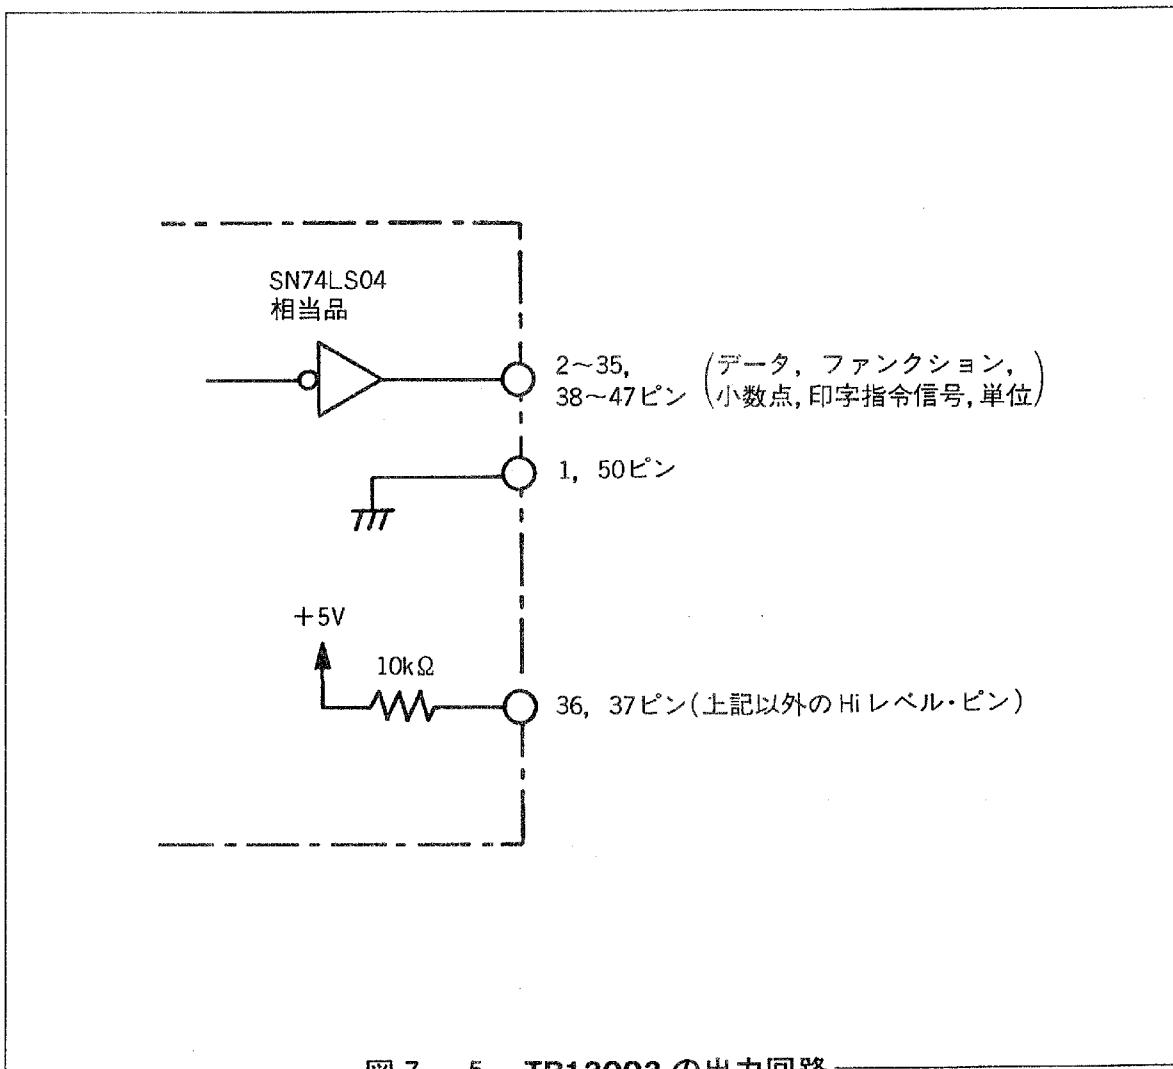

図 7-5 TR13003 の出力回路
- (1) 接続する機器の入力レベルを確認して下さい。TR13003 の出力回路は、[図 7-5]に示すようになっています。
- (2) 出力データは印字指令信号が出力されるタイミングで確立されますので、外部機器へのデータ取込みは印字指令信号をストローブ信号として使用して下さい。